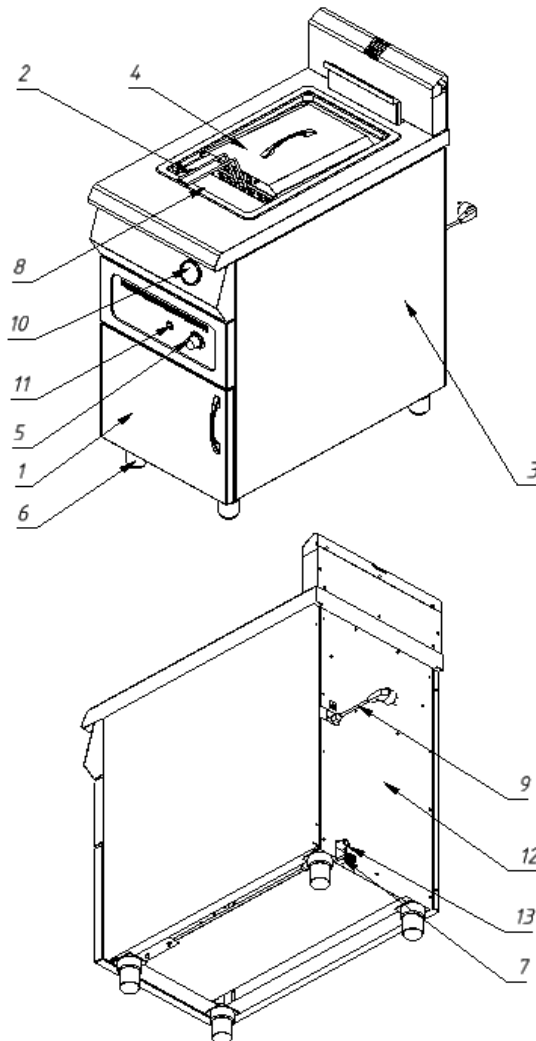

Рис.1 .
5.1 Фритюрницу следует установить с соблюдением ГОСТ 12.2.124-90 «Оборудование продовольственное. Общие требования безопасности» и «Правил безопасности в газовом хозяйстве», но не менее 300мм от задней стенки установки до стены и между боковых стенок рядом стоящего оборудования в линии. Регулируемыми ножками поз.6 рис.1 выставить фритюрницу горизонтально.
5.3 Подсоединить заземление корпуса установки(7)рис.1 к заземляющему контуру помещения согласно ГОСТ 27570.0-87.
5.4 Подключить газ к штуцеру газопровода фритюрницы поз.13 рис.1 специалистами газовой службы гибкой подводкой газа.
5.5 Подключить эл. кабель с эл. вилкой поз.9 рис.1 в электросеть с напряжением 220В.
6.4.3 Нажать кнопку электророзжига поз.11 рис.1.Нажать рукоятку управления до упора и не отпуская зажечь пилотную горелку.
Основные части изделия указаны на рис.1 и перечислены в таблице.1.
7.2.1 Включить подачу электрического тока, подключив эл.вилку поз. (9)рис.1 в эл.сеть 220В.
7.3.1 Включить подачу электрического тока, подключив эл.вилку поз. (9)рис.1 в эл.сеть 220В.